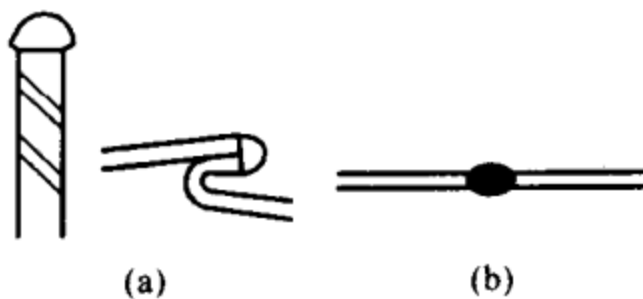

图 1-10 碳模隔离熔焊接头形状
3) 操作过程: ①准备工作同“(3)焊接操作过程”的1)、和3); ②将清理好的铝线扭紧剪齐并涂上用蒸馏水调成糊状的焊剂(牌号为铝焊粉401); ③接通电源将模加热发红稳定后移至焊头上方约1~1.5cm, 见焊头熔化向下淌的瞬间迅速将模移开即可, 采用此法焊成的并接焊头形状如图1-10(a)所示;
④如果导线需要对焊, 可视导线的规格在石墨块(也可用碳刷)上制成一个截面为 $1.2a \times 1.2b$ 的U形槽(a 、 b 分别为导线的宽度、厚度), 将清理好的导线放入槽内, 导线间留有2~3mm空隙, 空隙处放入焊料, 然后涂上焊剂接通电源进行焊接
采用此法焊成的对接焊头形状见图1-10(b)所示; ⑤焊后的接头须用热水进行认真的清洗。
(6) 碳模电阻熔焊法焊接时应注意以下几点: